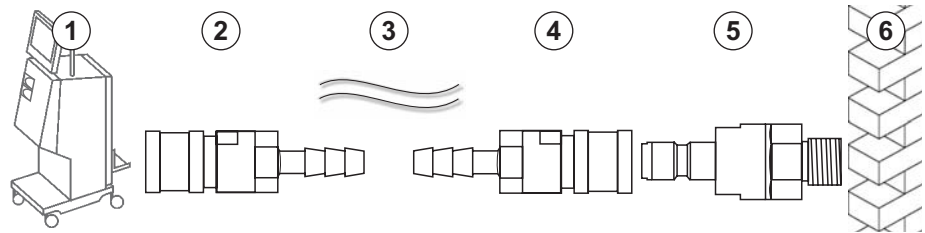
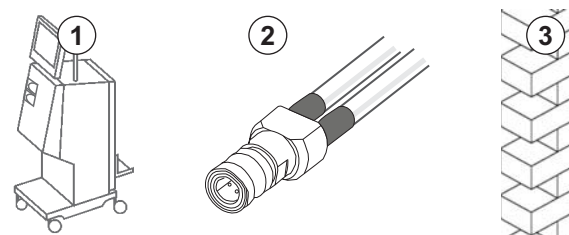

Fig. 4-4 Alternativ 1: Aquaboss-koblinger for vanninntak
Fig. 4-5 Alternativ 2: Aquaboss-kobling for vanninntak for rørledning
- Alternativ 1: 2 hunnslangekoblinger (Fig. 4-4, ②, ④), innvendig diameter på fleksibel slange 9 mm, materiale 1.4571 EPDM
- Alternativ 1: 1 hannlukningsnippel ⑤, materiale 1.4571 EPDM
- Alternativ 2 (rørledning tilgjengelig): Sekundær rørledning med P-Y-dobbelt adapter uten dødrom (Fig. 4-5, ②)
Alternativ 2: En rørledning brukes. Slangene som kommer fra og går til vegg er festet på hunnkobling (Fig. 4-5, ②).
1. Koble hunnkoblingen ② direkte til maskinen.